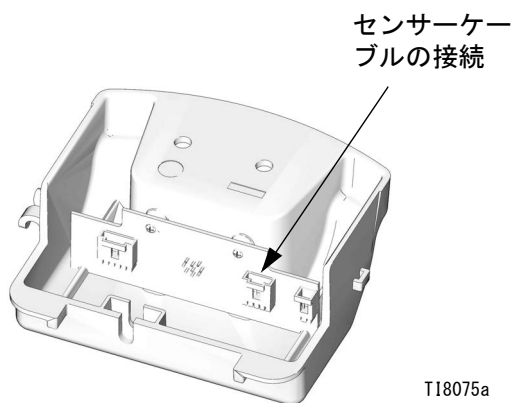

図 15. センサーケーブルの接続
- a. **DataTrak モデル**：ネジ (135) 2 本を外します。DataTrak モジュール (131) を注意深く取り外します。14 ページを参照してください。ランナウェイソレノイドとセンサーケーブルの接続をモジュール板から外します。2 本のネジ (134) を外し、注意しながらハウジング (132) をエアバルブから滑らせて外します。
- b. **リニアセンサーモデル**：ネジ (134) を外し、注意しながらハウジング (132) をエアバルブから滑らせて外します。センサーケーブルの接続を回路基板から外してください。図 15 (28 ページ) を参照してください。
10. マフラー (15) を再び取り付けます。マフラーに対し、ネジ (43) を完全に締めます。
11. 外側のバルブカバー (47) を再組み付けします。
- a. **DataTrak モデル**：ハウジング (132) をエアバルブに注意しながら滑らせます。ネジ (134) を手で通し、11.3 N·m (100 インチ-ポンド) のトルクで締めます。ソレノイドとセンサーケーブルを DataTrak モジュール (131) に再装着します。14 ページを参照してください。モジュールを注意しながらハウジング (132) に滑らせます。2 つのネジ (135) をはめなおします。
- b. **リニアセンサーモデル**：センサーケーブルを回路基板に再接続します。図 15、28 ページを参照してください。ハウジング (132) をエアバルブに注意しながら滑らせます。ネジ (134) を手で通し、11.3 N·m (100 インチ-ポンド) のトルクで締めます。
13. トップカバー (30) を再組み付けします。
5. ネジ (134) を外し、注意しながらハウジング (132) をエアバルブから滑らせて外します。センサーケーブルを回路基板から外してください。図 15 を参照してください。
6. アダプタ (33) の側面にある穴 (H) を通してケーブルをねじ戻し、アダプタの上部からケーブルを引き出します。
7. アダプタ (33) とセンサー (35) のネジを外します。センサーをエアモーターから真っすぐ持ち出してください。
8. スレッド接着剤を新しいセンサーハウジングに装着してください。センサー (35) をトップキャップ (1) 内にねじ入れてください。40.6-48.8 N·m (30-36 フィート・ポンド) のトルクで締めます。
9. スレッド接着剤を アダプタ (33) に装着してください。センサーケーブルを アダプタのトップから真上に持ち上げ、次にアダプタをトップキャップ (1) 内にねじ入れてください。40.6-48.8 N·m (30-36 フィート・ポンド) のトルクで締めます。
10. アダプタの側面にある穴 (H) を通してセンサーケーブルをねじ込み、回路基板に再び接続します。図 15、28 ページを参照してください。ハウジング (132) をエアバルブに注意しながら滑らせます。ネジ (134) を手で通し、次に 11.3 N·m (100 インチ・ポンド) のトルクで締めます。
11. スレッド接着剤をリフトリングに (21) 塗布します。アダプタ (33) を回らないようにレンチで抑え、リフトリングに 40.6-48.8 N·m (30-36 フィート・ポンド) のトルクで締めます。
12. トップカバー (30) を再度取り付けます。